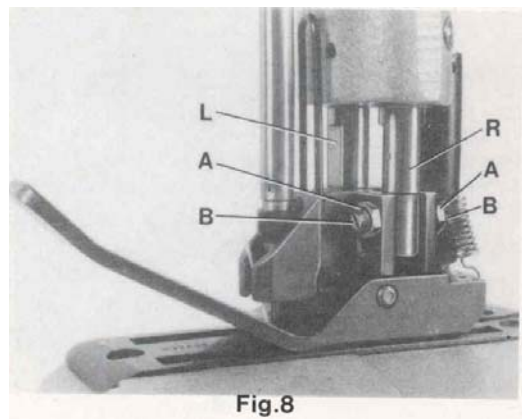

Fig.8
Remove the needle and rotate the pulley until the feed dog is below the throat plate. Depress the presser foot lifter lever and insert the presser foot in the two presser bars (L and R, Fig. 8). The right presser bar (R) should only engage with its pivot in the groove of the presser foot shank.
Loosen the two lock nuts (A, Fig. 8) and align with the two set screws (B), the needle slot in the presser foot with the needle slot in the throat plate. Secure this setting with the two lock nuts (A). Note: The two set screws (A) should just contact the pivot of the right presser bar (R) but not be tightened. Now tighten the two set screws left in the presser foot shank on the left presser bar. Insert the needle.
Entfernen Sie die Nadel und drehen Sie an der Riemenscheibe bis der Transporteur unter der Stichplatte steht. Drücken Sie den Drückfuß-Lifterhebel und setzen Sie den Drückfuß in die beiden Drückfußstangen (L und R, Fig. 8) ein. Die rechte Drückfußstange (R) darf nur mit dem Zapfen in die Nut der Drückfußnabe eingreifen.
Lösen Sie die beiden Kontermuttern (A, Fig. 8) und richten Sie mit den beiden Gewindestiften (B) das Stichloch im Drückfuß zum Stichloch der Stichplatte aus. Sichern Sie diese Einstellung mit den beiden Kontermuttern (A). Beachten Sie: Die beiden Gewindestifte (A) sollen am Zapfen der rechten Drückfußstange (R) gerade anliegen aber nicht drücken. Ziehen Sie jetzt die beiden Gewindestifte links in der Drückfußnabe auf der linken Drückfußstange an. Setzen Sie die Nadel wieder ein.